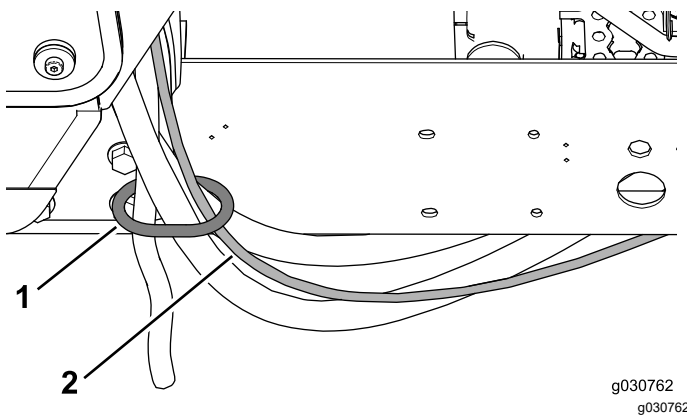

Figura 47
- Enrute la manguera del lavaparabrisas a través del aro del soporte trasero de la cabina (Figura 47).